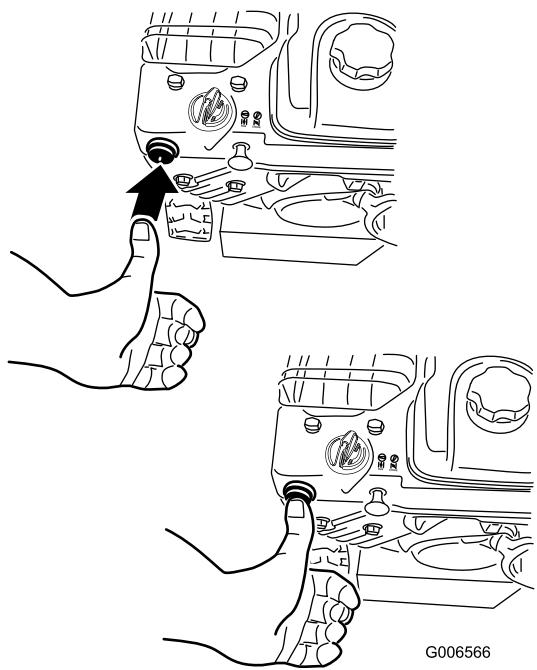

**Figure 25**
3. Insérez la clé de contact dans le commutateur d'allumage (Figure 25).